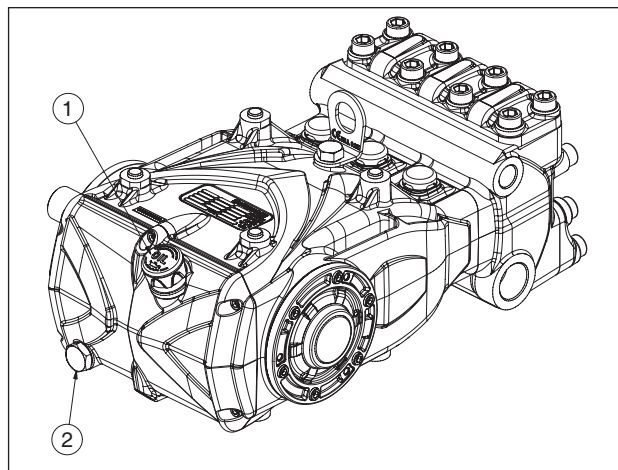

图3
通过油位尺①, 图3。
正确的油位检查必须在泵处于室温时进行，换油必须在泵处于工作温度时进行，首先拆除油位杆（部件号①），随后拆除塞子（部件号②, 图3）。